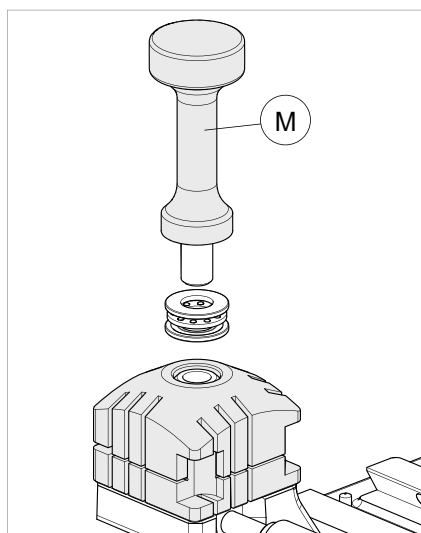

Fig. 41
- 2) Draai de draaiknop (M1) volledig los en verwijder dit samen met het draaistel (Fig. 41).